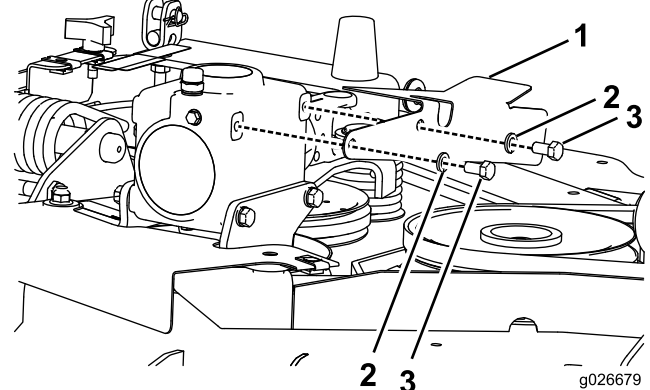

Bild 3
2. Positionieren Sie die Antriebswellenabdeckung, wie in Bild 3 abgebildet, auf dem Getriebe.